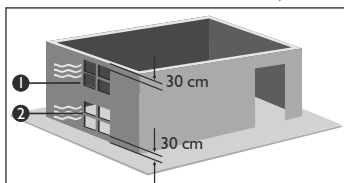

Figura 2.
- En caso de ser necesarias las aberturas de ventilación, la localización de éstas deberá ser: Una inferior a máximo 30 cm del suelo y una superior a máximo 30 cm del techo hacia abajo (Ver figura 2).